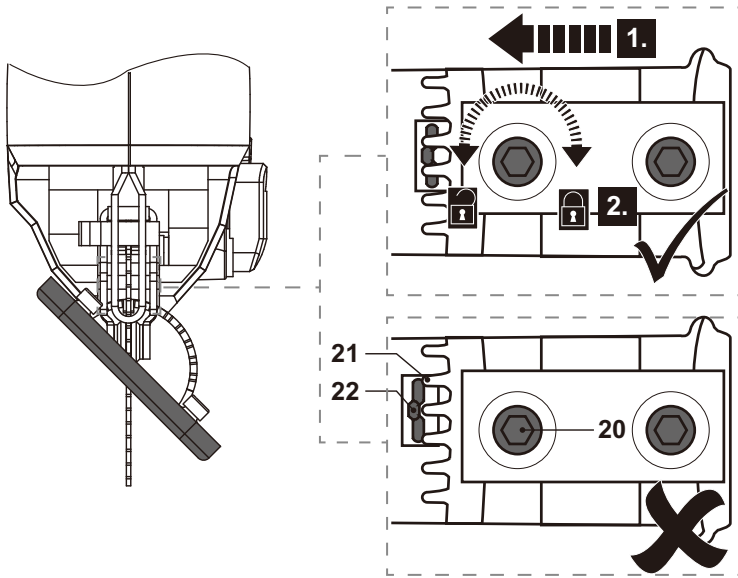

Fig. 9
- > Desplace la placa base (11) hacia delante para acoplar los dientes (21) en el engranaje (22) (Fig. 9, paso 1).
- > Apriete los 2 pernos de cabeza hexagonal (20) con la llave hexagonal (6) (Fig. 9, paso 2).